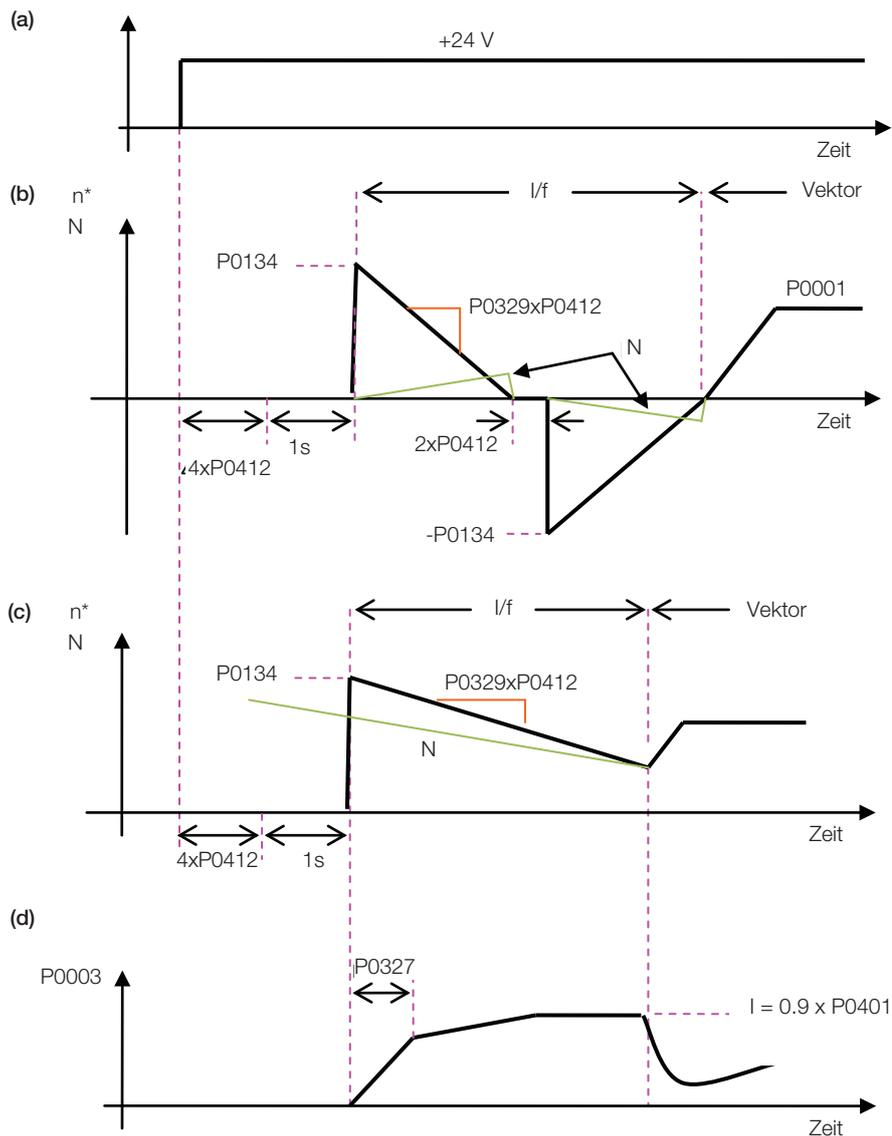

Abbildung 12.4: (a) bis (d) Auswirkung von P0327 und P0329 während des fliegenden Starts (P0202 = 4)
Das Verhalten der Funktion für den Fliegenden Start (FS) im sensorless Modus während des Hochlaufens und erneuten Hochlaufens wird in Abbildung 12.4 veranschaulicht.
Abbildung 12.4 zeigt das Verhalten des Drehzahlsollwerts, wenn die FS-Funktion bei gestoppter Motorwelle und einem kleinen Wert von P0329 gestartet wird (nicht optimiert).
Abbildung 12.4 zeigt den Drehzahlsollwert, wenn die FS-Funktion mit bereits in die gewünschte Richtung laufender Motorwelle oder mit angehaltener Welle und bereits optimiertem Parameter P0329 initiiert wird.